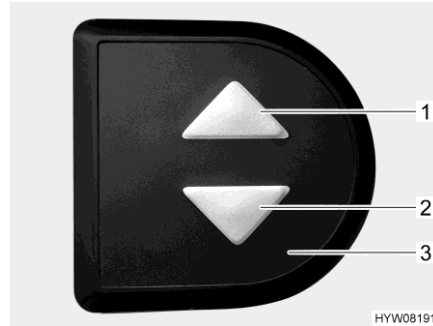

Fig. 95 Elemento di comando (letto basculante)
- Sull'elemento di regolazione (Fig. 95,3) premere contemporaneamente i due tasti freccia (Fig. 95,1 e 2) e tenerli premuti fino a quando il letto basculante non si è spostato completamente verso il basso. Una volta rilasciati i tasti viene emesso un segnale acustico di conferma.
- Sull'elemento di regolazione (Fig. 95,3) premere il tasto freccia inferiore (Fig. 95,2) e tenerlo premuto fino a quando il letto basculante non ha raggiunto la posizione finale in basso.
- Sull'elemento di regolazione (Fig. 95,3) premere il tasto freccia superiore (Fig. 95,1) e tenerlo premuto fino a quando il letto basculante non ha raggiunto la posizione finale in alto.
- Portare leggermente il letto basculante con i tasti freccia (Fig. 95,1 o 2) nella direzione opposta.